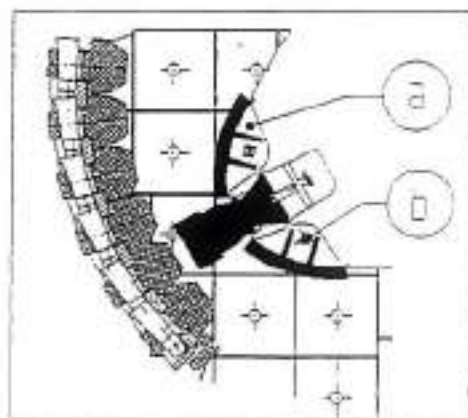

fig. 11
I coprivolano (fig. 11/A) sono placche curve, realizzate in acciaio al manganese, che servono a proteggere il rotore dall'abrasione causata dal materiale; tendono ad una maggiore usura nel lato vicino al martello.
- sfilare le copiglie e togliere i perni (fig. 11/B) liberando così il coprivolano da sostituire;
LE MANOVRE CHE SEGUONO PREVEDONO L'ACCESSO DI PERSONALE ALLA CAMERA DI FRANTUMAZIONE E IL SOLLEVAMENTO DI PEZZI DI UN CERTO PESO: È IMPORTANTE CHE VENGANO OSSERVATE TUTTE LE PRESCRIZIONI IN MATERIA DI SICUREZZA E CHE SIANO ADOTTATI I DISPOSITIVI DI PROTEZIONE INDIVIDUALI NECESSARI (SCARPE ANTINFORTUNISTICHE, GUANTI, OCCHIALI). BLOCCARE IL ROTORE MEDIANTE IL PERNO DI BLOCCAGGIO (FIG. 11/A) ONDE EVITARE MOVIMENTI IMPREVISTI. IL PESO DELLE PARTI DI USURA SI TROVA AL CAPITOLO "ALLESTIMENTO".